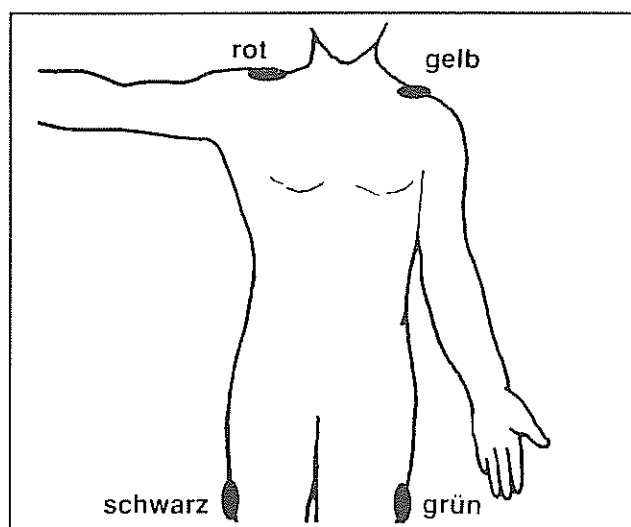

Bild 3
- * Wenn Sie die 5adrige Leitung verwenden, legen Sie die Elektroden entsprechend Bild 3 an. Die Brustwandelektrode ist je nach Erfordernissen und Möglichkeiten auf eine der Abnahmestellen C1 bis C8 anzulegen.